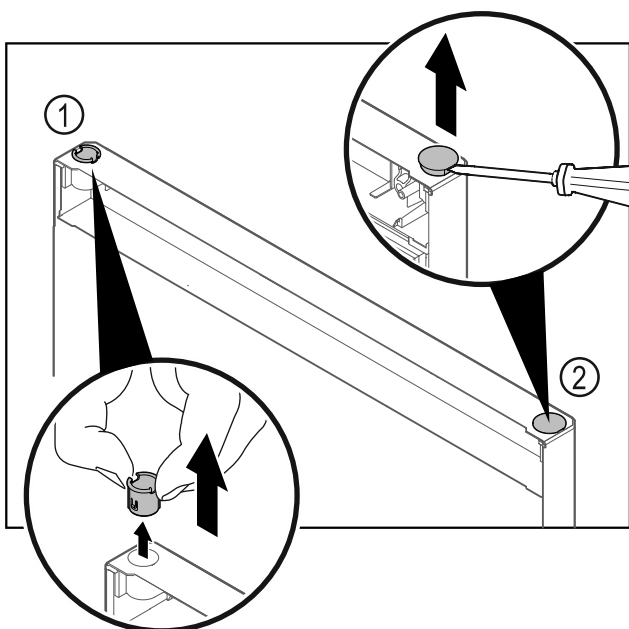

Fig. 29
- ▶ 用手指拔出合页衬套 Fig. 29 (1)。
- ▶ 用带槽螺丝刀小心撬起盖塞 Fig. 29 (2)并将其拔出。